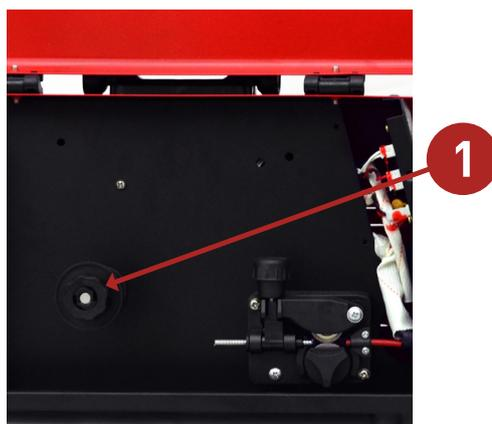

Figura 1
2. Solte o mecanismo de trava (Peça 1, Figura 1).
2. Insira o rolo no eixo interno da máquina (Peça 1, Figura 1).